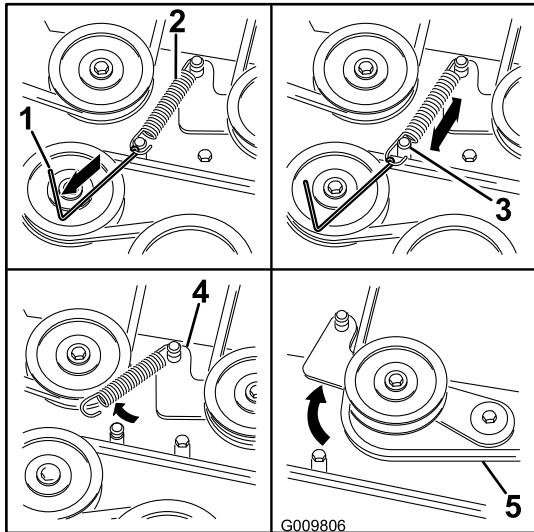

Figura 73
- Usando una herramienta para la retirada de muelles (Pieza Toro N° 92-5771), retire el muelle tensor del espárrago de la carcasa para eliminar la tensión de la polea tensora (Figura 73).
- Pase la correa nueva alrededor de las poleas del cortacésped y de la polea del embrague, debajo del motor (Figura 73).
- Usando una herramienta para la retirada de muelles (Pieza Toro N° 92-5771), instale el muelle tensor sobre el espárrago de la carcasa y tense la polea tensora y la correa (Figura 73).